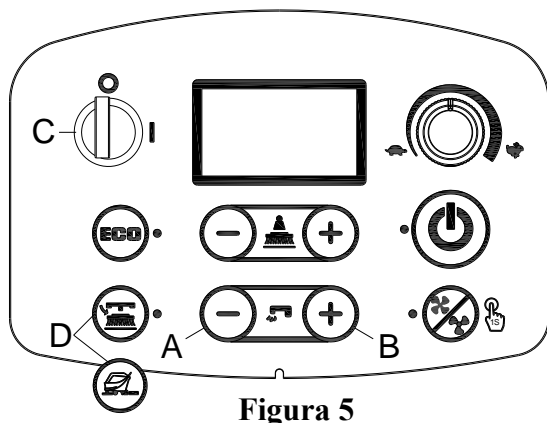
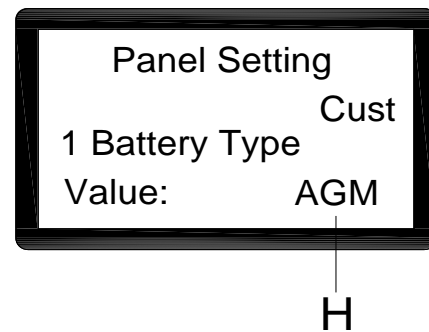

Figura 5
Figura 6
1. Premere contemporaneamente il pulsante del flusso d'acqua "+" (A, Figura 5) e "-" (B, Figura 5).
2. Inserire la chiave di accensione (C, Figura 5) e portarla su "I".
3. Trascorsi alcuni secondi accedere alla schermata di selezione della modalità batteria (Figura 6)
4. Premere contemporaneamente il pulsante del flusso d'acqua "-" (A, Figura 5) e "+" (B, Figura 5). per selezionare la modalità batteria (H, Figura 6)
5. Premere il pulsante di sgancio per la versione con spazzole a disco o il pulsante preparazione pavimento per la versione orbitale (D, Figura 5). Dopo 3 secondi viene visualizzato "Update OK" (Aggiornamento OK) che significa che l'impostazione è riuscita, accendere per riavviare. (C, Figura 5)